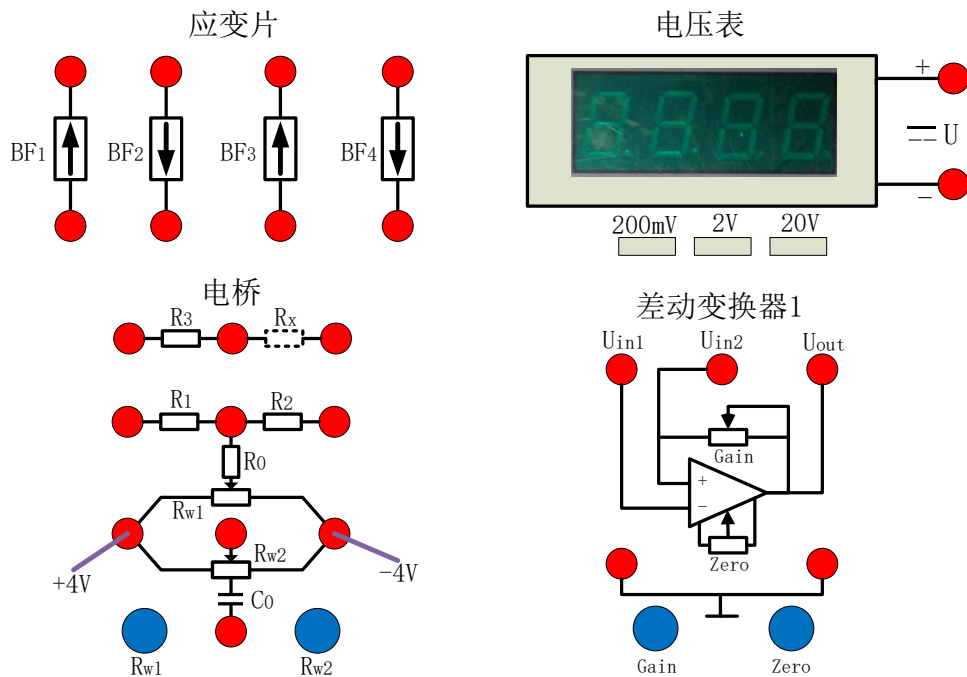

图 1.4 全桥测试接线图
- 根据直流全桥原理，在图 1.4 中画出接线图，并进行实际连线。